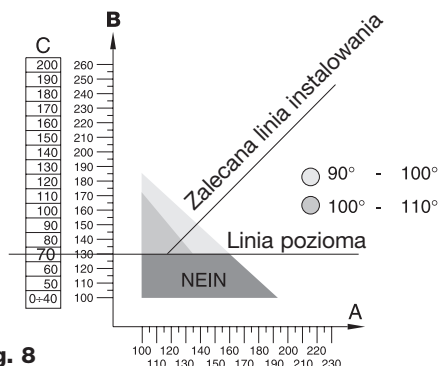

Fig. 8
- 1.2 Odczytać na wykresie MOBY do zainstalowania wartość C i zakreślić linię poziomą (fig.8).